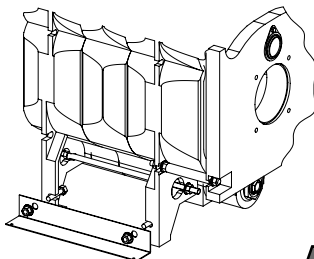

Рис. 8
В: В отверстия (рис. 8), находящиеся около ножек корпуса котла, винтами М8 12 закрепите обе консоли (8), используя при этом соответствующие засечки.